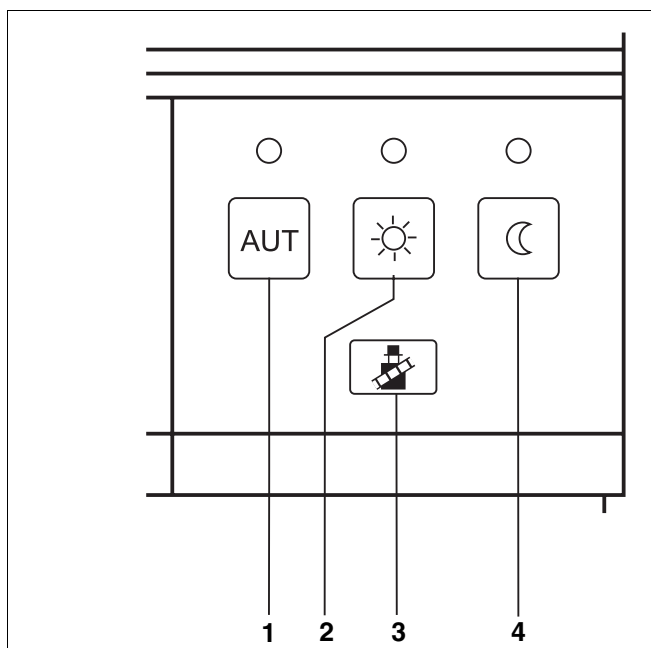

Fig. 5 Pulsanti per le funzioni basilari
A ciascun pulsante (fig. 5, **pos. 1, 2 e 4**) è abbinato un diodo luminoso (LED) verde.